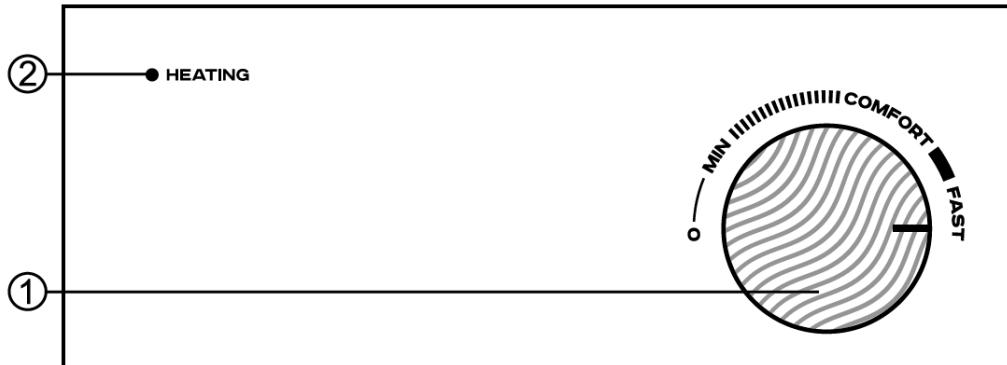

Рисунок 4*
3. Установите ручкой терморегулятора желаемую температуру нагрева воды, поворачивая ее по часовой или против часовой стрелки. Должна загореться индикаторная лампочка «HEATING» (рисунок 4). Когда вода нагреется до установленной температуры, индикаторная лампочка «HEATING» погаснет, когда температура воды понизится, подогрев включится автоматически и восстановит нужную температуру воды.